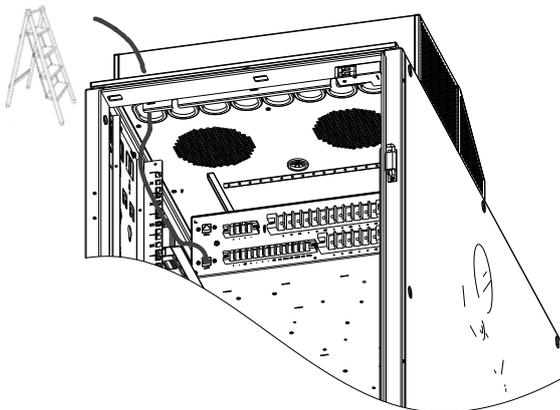

图2-29 安装产品监控后台对外通讯线缆
- f) 通讯线穿过左端护线环接入机柜，接入机柜内长度约 0.6m，接入如图 2-29 所示 PMU 尾部“LAN1”接口。